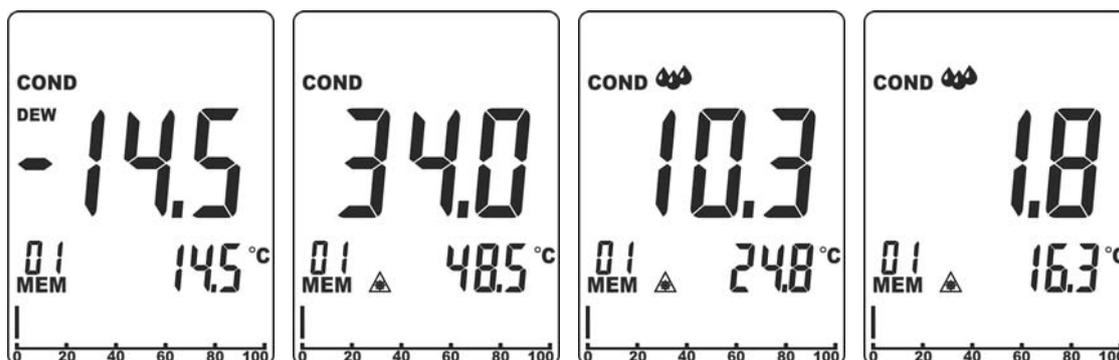

Fig. 11: Misura differenziale temperatura di superfici
3. Premere simultaneamente i tasti **RH%** e **MOI** per entrare nel modo di misura Condensazione. Lo strumento mostra il valore della temperatura di Rugiada misurata dal sensore integrato sul display secondario e le indicazioni “COND” e “DEW” sono presenti a display (vedere Fig. 11 – prima videata). Il display principale mostra sempre la differenza tra il valore di temperatura IRT e la temperatura di Rugiada
- Se la temperatura IRT è **maggiore di oltre 14°C (25°F)** rispetto alla temperatura di Rugiada → la differenza di temperatura (IRT-DP) è mostrata sul display principale senza altre indicazioni (vedere (vedere Fig. 11 – seconda videata)
- Se la temperatura IRT è **maggiore di 3°C÷14°C (5°F÷25°F)** rispetto alla temperatura di Rugiada → la differenza di temperatura (IRT-DP) è mostrata sul display principale, l'indicazione “☁” è presente a display e lo strumento emette un suono ad indicare una situazione di rischio condensazione nell'area (vedere (vedere Fig. 11 – terza videata)
- Se la temperatura IRT è **maggiore di meno di 3°C (5°F)** rispetto alla temperatura di Rugiada → la differenza di temperatura (IRT-DP) è mostrata sul display principale, l'indicazione “☁☁” è presente a display e lo strumento emette un doppio suono ad indicare una situazione di elevato rischio condensazione nell'area (vedere (vedere Fig. 11 – quarta videata)